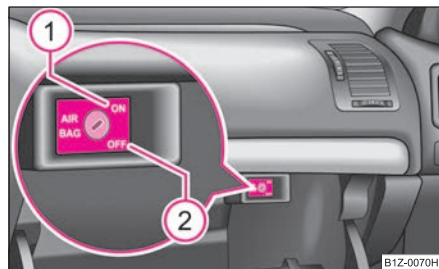

Fig. 172 Torpedoul: Comutatorul pentru airbag-ul frontal al pasagerului din dreapta
- Rotiți cu cheia fanta comutatorului airbag în poziția ② (OFF) ⇒ fig. 172.
- Rotiți cu cheia fanta comutatorului airbag în poziția ① (ON) ⇒ fig. 172.